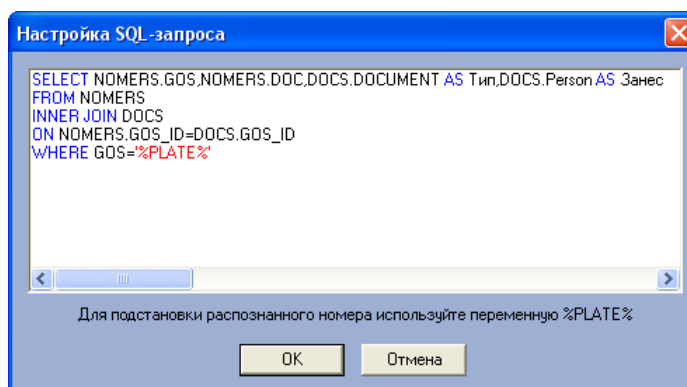

Рис. 7.5—13. Ввод SQL-запроса
6. Ввести SQL-запрос для извлечения (SELECT) требуемых данных из таблицы, содержащей номера транспортных средств, а также из связанных с ней таблиц (см. Рис. 7.5—13). Для подстановки распознанного номера следует использовать переменную %PLATE%.